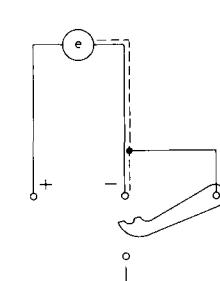

Fig. 4a.
1. Dans la plupart des cas, le blindage du câble de mesure doit être connecté à la borne de terre de mesure "GUARD". Cette borne est connectée au boîtier de l'unité et à la terre d'appareil par l'intermédiaire d'un condensateur. Etant donné que le boîtier de l'unité d'entrée est isolé du reste de l'enregistreur, le circuit d'entrée est flottant par rapport à la terre pour signaux continus (voir Fig. 4a , page 26).